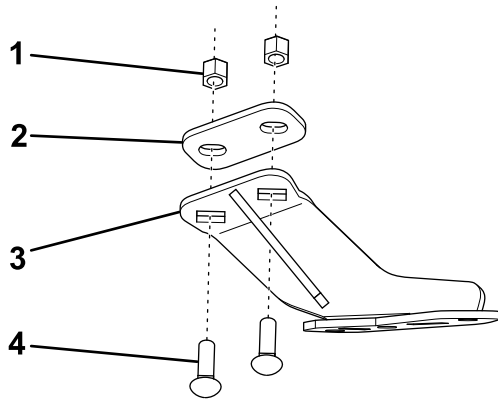

Figura 2
- Sujete la placa de apoyo izquierda y el espaciador al bastidor del vehículo con 2 pernos de cuello cuadrado y contratuerzas ($\frac{3}{8}$ " (Figura 2).